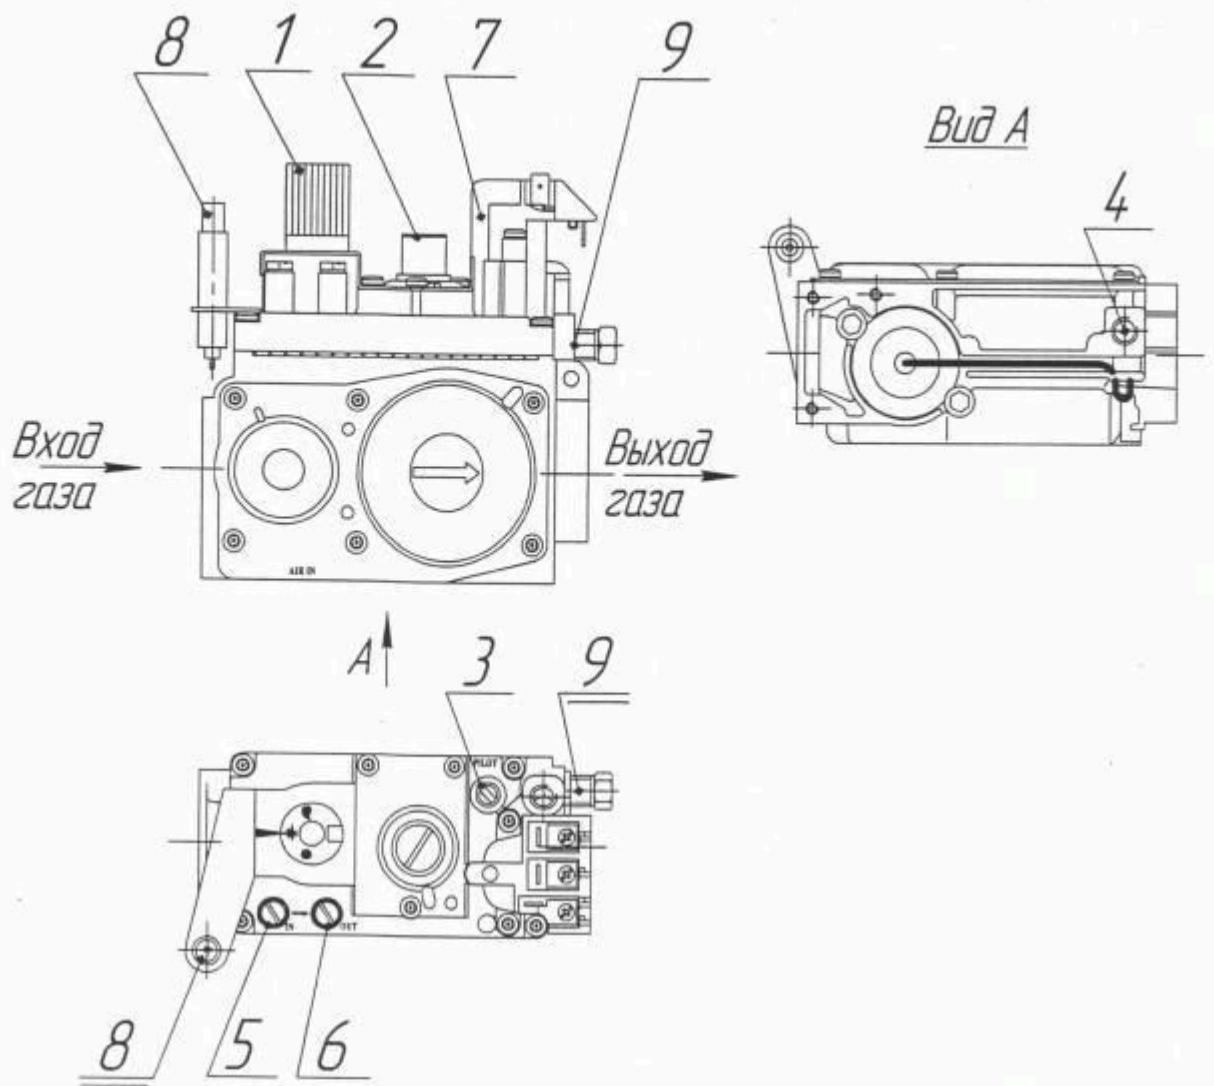

Рис. 4. Элементы управления газовым клапаном.
6.2.2 Проверьте состояние запорных устройств: кран на опуске газопровода к котлу должен быть закрыт, ручка 1 газового клапана должна быть в положении «●» (см. рис. 4).
6.3 При отсутствии тяги, погасании пламени запальника, падении давления газа в сети ниже минимального давления рабочего диапазона и перегреве котла происходит автоматическое отключение подачи газа к основной и запальной горелке. В этом случае необходимо закрыть газовый кран перед котлом и перевести ручку 1 (рис. 4) по часовой стрелке в положение «●» («ВЫКЛ.»).